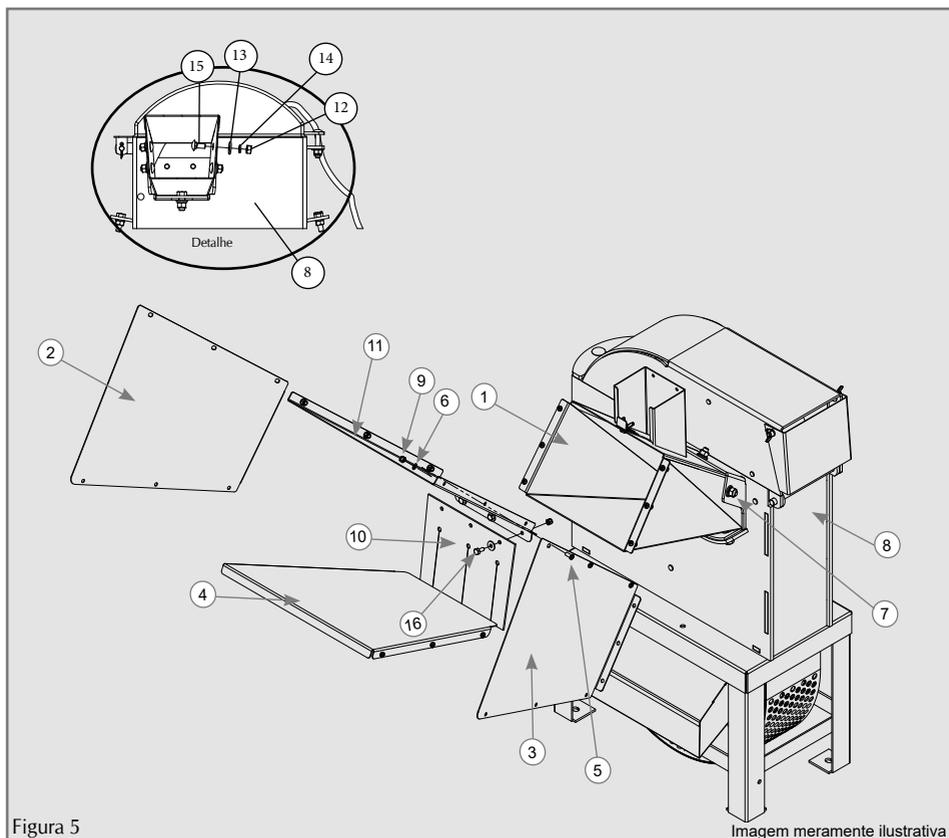

Figura 5
Para utilizar o triturador, de acordo com a Norma Brasileira de segurança NR-12 é obrigatório a montagem do funil do verde e do alongamento do funil. Esse item é fornecido desmontado, a montagem é fácil conforme está ilustrado na figura 5, basta seguir as seguintes instruções:
- ✓ Monte a lateral esquerda (2) no funil do verde (1) utilizando os parafusos (5), arruelas (6) e porcas (9).
- ✓ Após monte a lateral direita (3) no funil do verde (1) seguindo o mesmo procedimento.
- ✓ Com as laterais (2 e 3) fixadas no funil do verde (1) monte a base (4) alinhando os furos para fixar os parafusos (5), arruelas (6) e com a porca (9) pelo lado de fora.
- ✓ Fixe a cortina (10) na tampa (11) utilizando o parafuso (16) e a porca (9) e arruela (6) e em seguida monte a tampa (11) no funil do verde (1) alinhando os furos com as laterais (2 e 3) para fixar os parafusos (5), arruelas
(6), nessa peça com a porca (9) pelo lado de dentro.
- ✓ Alguns modelos o funil do verde são fornecidos desmontados, para montar encaixe o funil (1) na abertura (7) do corpo (8) e monte o parafuso (15) com a porca (12), arruela lisa (13) e de pressão (14). O parafuso deve ser montado de dentro para fora conforme detalhe da figura 5.
Detalhe: os parafusos, arruelas e porcas acompanham no kit do manual estão ilustrados na figura 5.